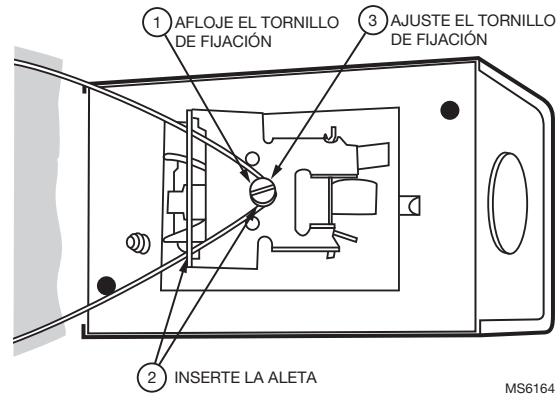

Fig. 6. Fijar la aleta al interruptor.
4. Fije la aleta al interruptor tal como se muestra en la Fig. 6.